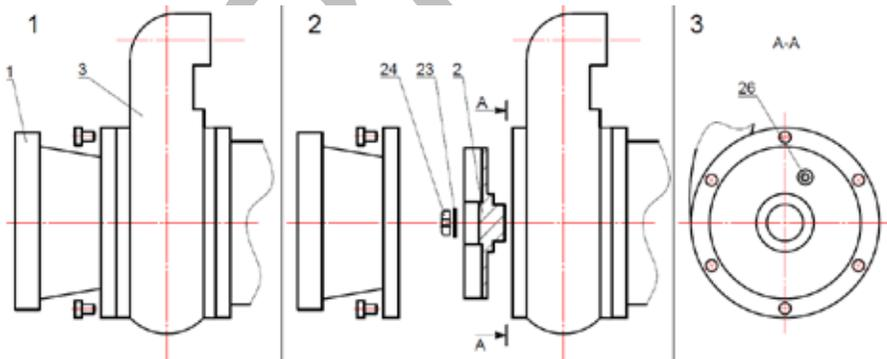

Рисунок 5. Схема заливки масла с нижним подводом
4.2.3 Замена масла с **нижним подводом** заливного отверстия, осуществляется следующим образом (рисунок 5):